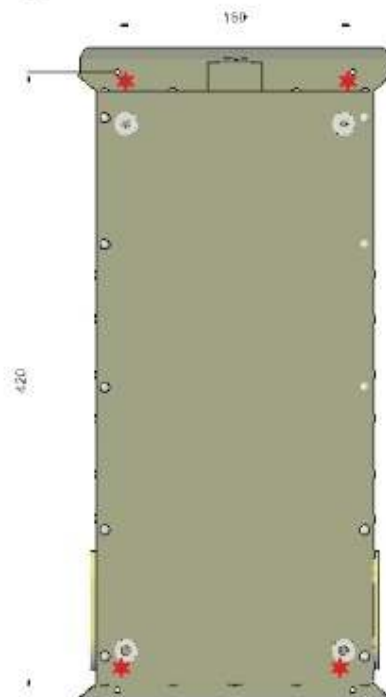

Рисунок 5
- с использованием находящихся в комплекте поставки монтажных комплектов, включающих дюбеля и крепежные шурупы, закрепить Изделие на стене, с его фиксацией через крепежные отверстия помеченные знаком [★]** (Рисунок 5);